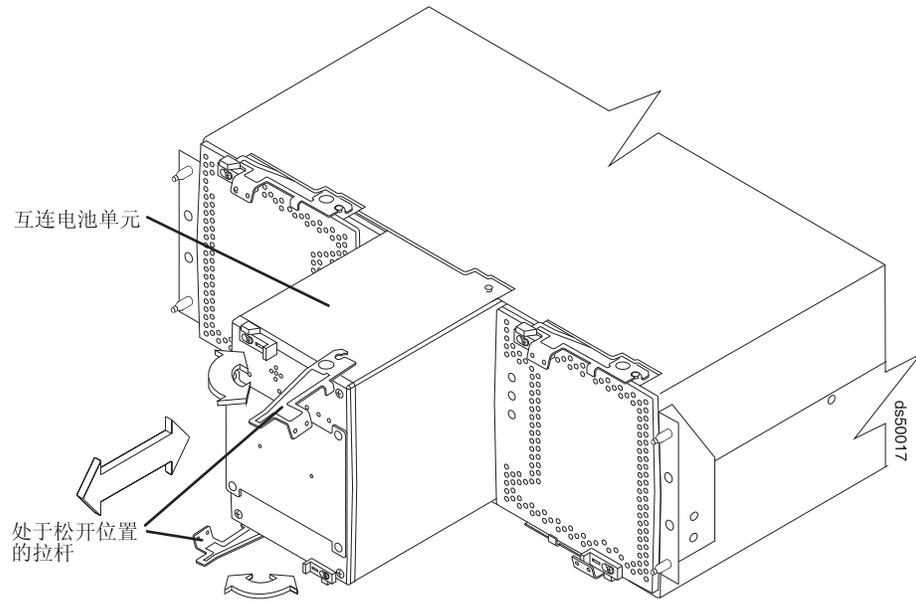

图 120. 从 DS5100 和 DS5300 卸下互连电池单元
7. 松开互连电池单元顶部和底部的拉杆，并同时笔直向外旋转这两个拉杆以卸下出故障的互连电池单元。（第 177 页的图 120 显示互连电池单元从存储子系统机箱滑出。）